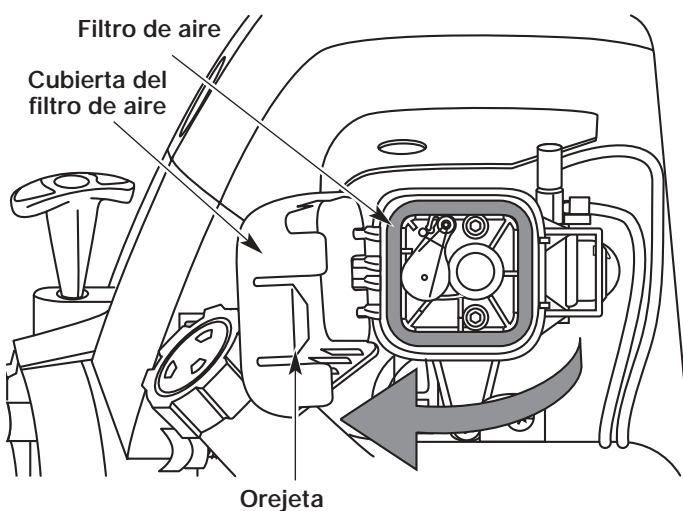

Fig. 61
1. Abra la cubierta del filtro de aire. Empuje hacia adentro la orejeta del lado derecho de la cubierta, y extraiga la cubierta del filtro de aire hacia afuera y hacia la izquierda (Fig. 61).
2. Retire el filtro de aire (Fig. 61).